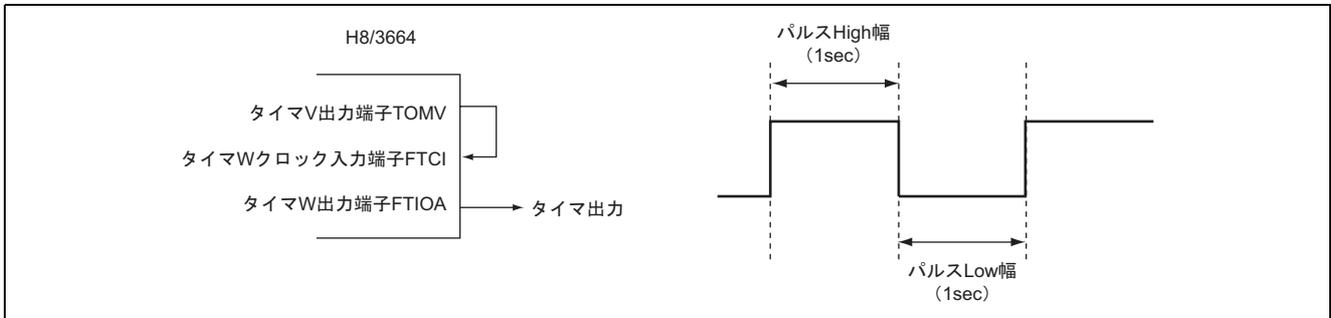

図 1.1 タイマ V、W による 24 ビットタイマ
1. 本タスク例では、図 1.1 に示すようにパルス High 幅/ Low 幅がそれぞれ 1sec のパルスを出力します。